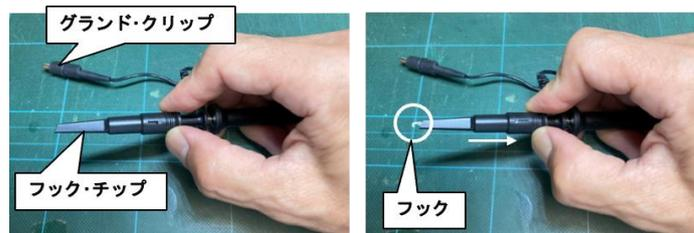

図 3-16. プローブのフックの出し方
- (1) ホール素子電源を OFF にしてから、電池を入れなさい。
- (2) 図 3-15 のように、プローブ（赤）の先端のフック型クリップをホール素子用基板の V1 端子につなぎなさい。図 3-16 に、フックの出し方を示す。